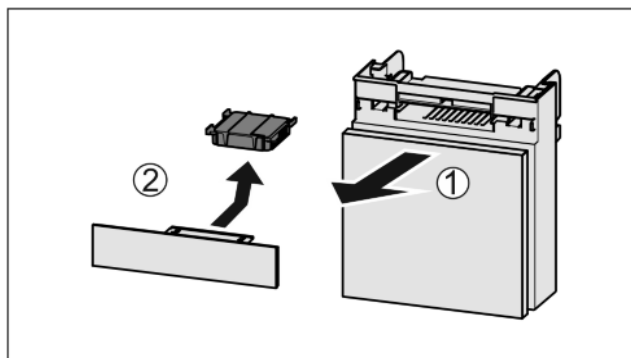

Fig. 51
- ▶ Потягніть Fig. 51 (1) відділення вперед.
- ▶ Витягнути Fig. 51 (2) фільтр з активованого вугілля.